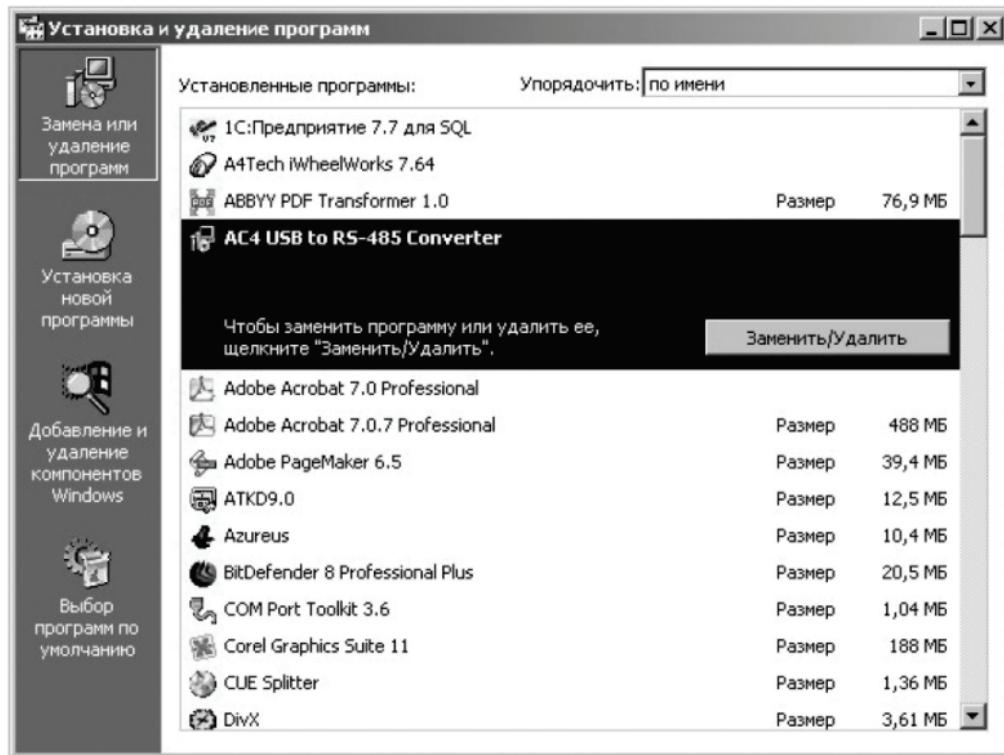

Рисунок 6.5
- в открывшейся экранной форме выбрать из списка программу «AC4 USB to RS-485 Converter» и нажать кнопку «Заменить/Удалить» (рисунок 6.5);